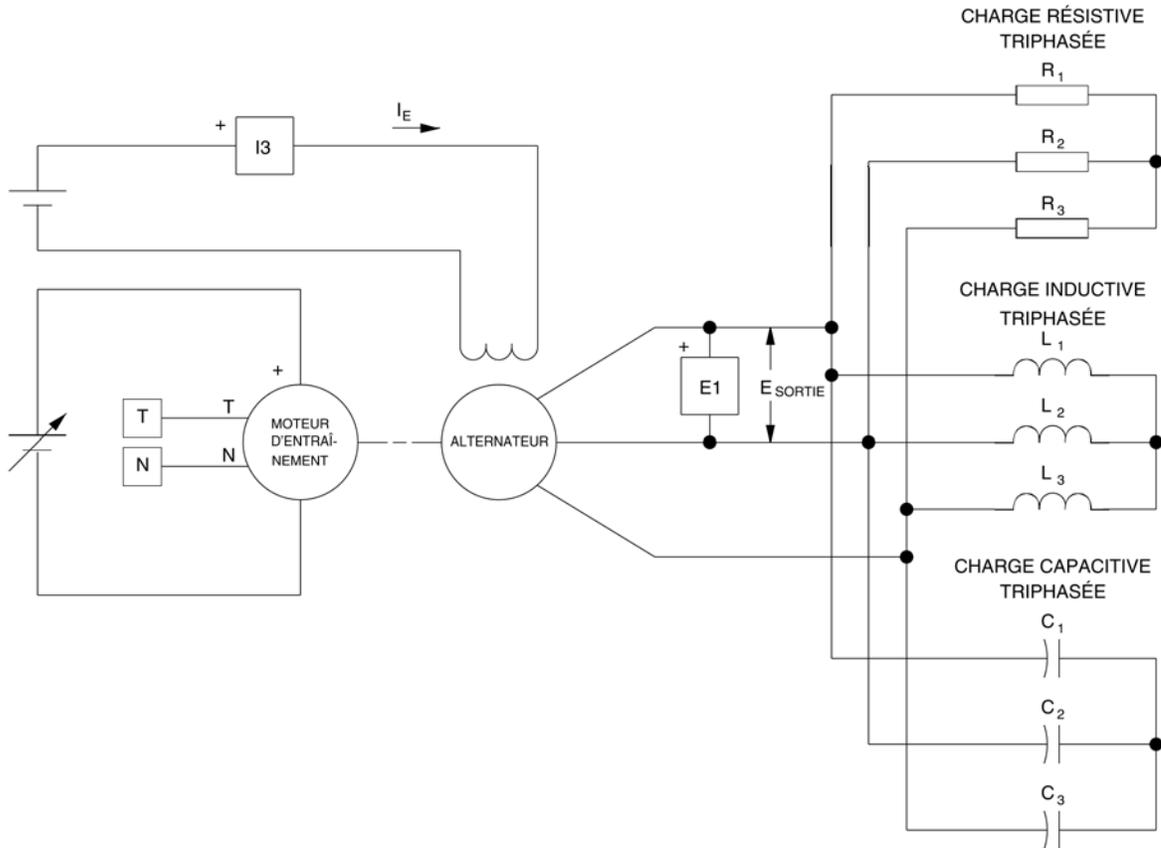

Figure 6-9. Alternateur sous charge couplé à un moteur d'entraînement.
Dans la première partie de cette expérience, vous allez monter l'équipement dans le Poste de travail, le raccorder comme à la figure 6-9 et effectuer les réglages appropriés sur le module Moteur d'entraînement / Dynamomètre.
- 5. Raccordez l'équipement comme à la figure 6-9. Ouvrez tous les interrupteurs des modules Charge résistive, Charge inductive et Charge capacitive.